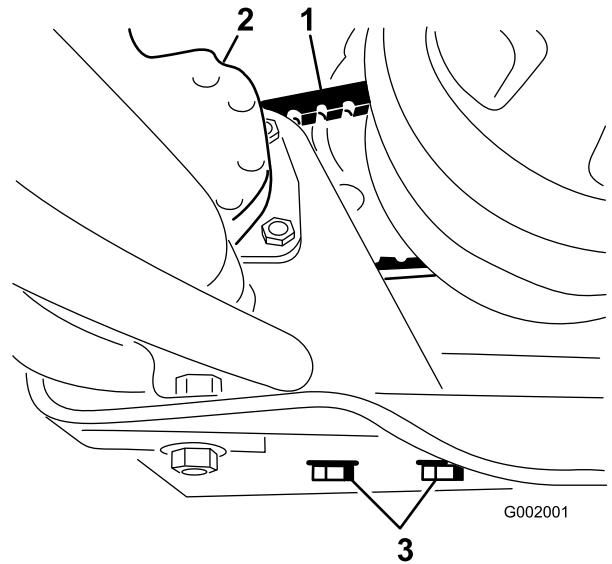

図 67
2. ステアリング・ポンプの取り付けボルトをゆるめる (図 67)。